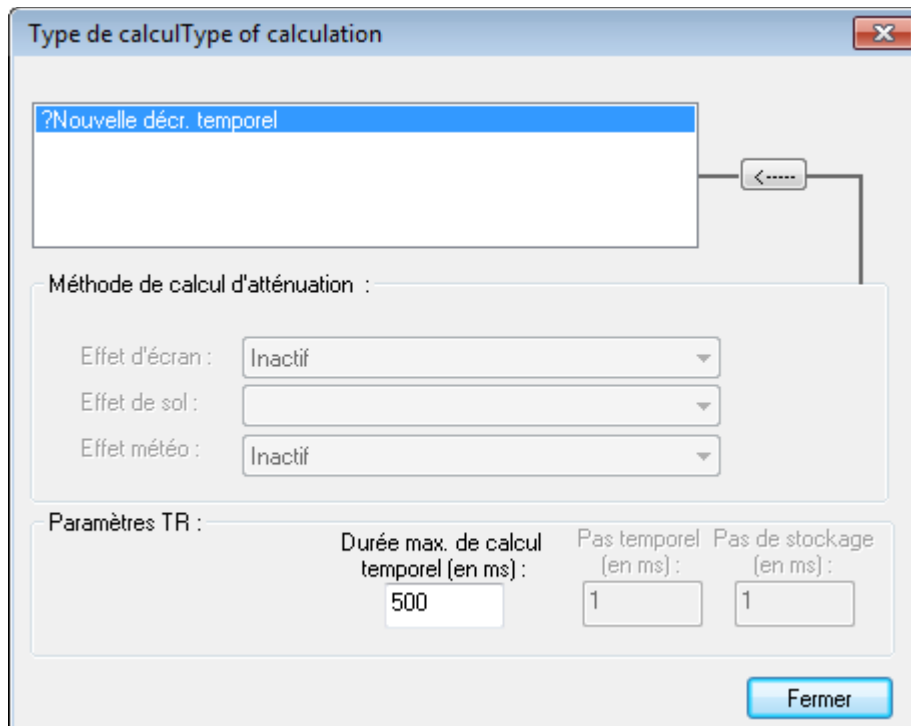

figure 49:
- « **Type de calcul** » ouvre la fenêtre suivante (figure 49) :